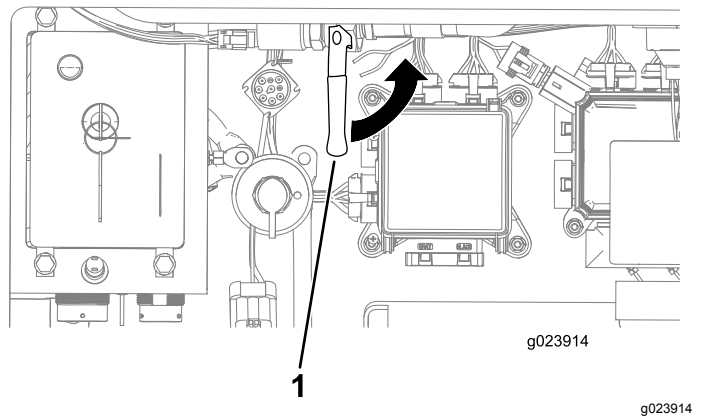

**Bild 130**
- A. Öffnen Sie das Frostschutzmittelventil im hinteren Abteil (Bild 130).
6. Schließen Sie das Frostschutzmittelventil (Bild 130).